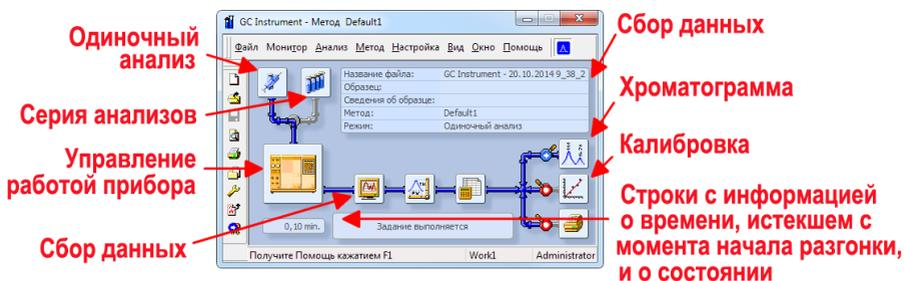

Рисунок 10: Окно с графическим представлением обработки результатов анализа
- На экране появится окно **Прибор (Instrument)**; **Рисунок 10** на странице **22** . показывает наиболее важные символические изображения, имеющиеся в окне **Прибор (Instrument)** . В ходе этого турне, мы просмотрим все окна, вызываемые через символические
- Запросите начало анализа нажатием клавиши *Пуск* ⑦. Теперь, сектор **Одиночный анализ** с экрана исчезнет. Но, если Вы вызовете его снова, Вы увидите три дополнительных клавиши: (*Остановка*, *Прервать*, *Снимок*). Они дадут Вам возможность остановить или прервать анализ, или перейти к просмотру (обработке) зарегистрированной (на данный момент) части хроматограммы (см. подраздел "**Окно Сбор данных**" на странице 26.).
- В окне **Прибор (Instrument)**, обратите внимание на строку *сведений о состоянии* (см. **Рисунок 10** на странице **22.**). О том, что выполняется сбор данных, теперь сигнализирует сообщение **ЗАДАНИЕ ВЫПОЛНЯЕТСЯ**; на экране показывается фактическое время, истекшее с момента начала разгонки.
- Чтобы следить за сбором данных и (возможно) управлять таким сбором, воспользуйтесь символическим изображением *Сбор данных*  (см. **Рисунок 10** на странице **22.**). Установка указателя на это изображение и последующее нажатие левой клавиши мыши вызовет на экран окно **Сбор данных**.